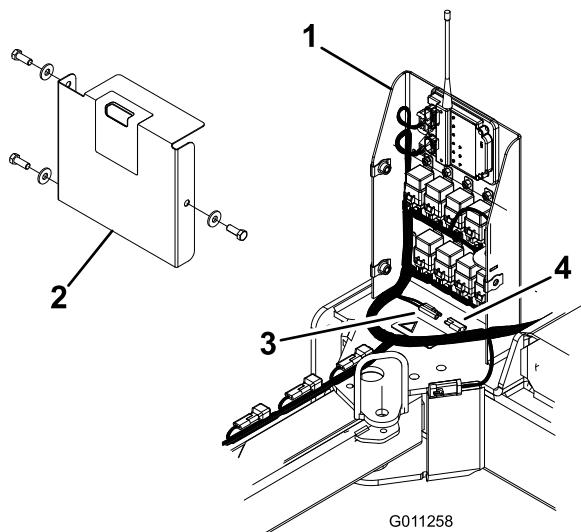

Figura 35
- Retire a tampa dos conectores nos fios cor-de-laranja e vermelho na caixa elétrica (Figura 35).
- Remova os (3) parafusos e anilhas que fixam a tampa da caixa elétrica e retire a tampa (Figura 35).